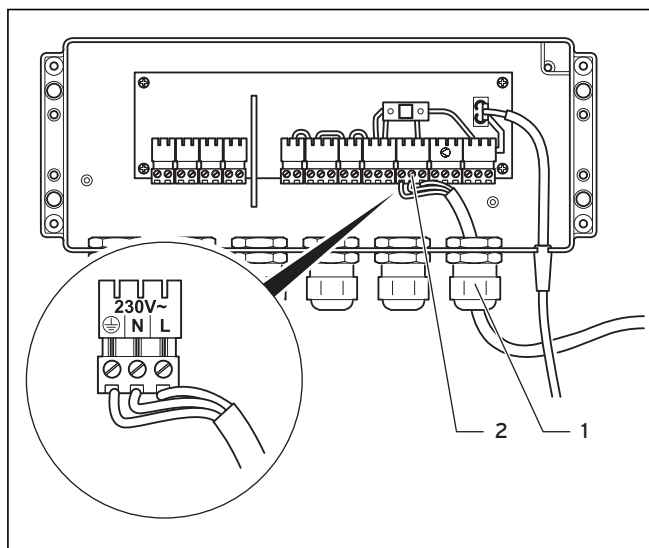

Fig. 5.9 Collegamento del cavo di alimentazione
- Collegare il cavo di alimentazione nella scatola di comando all'altezza dell'attacco, come illustrato nella fig. 5.9.
- Stringere il raccordo a vite per cavi (1) per garantire lo scarico della trazione e la protezione antispruzzo.
- Collegare il cavo di alimentazione ai morsetti corrispondenti (N, L e PE) del sistema ProE (2).